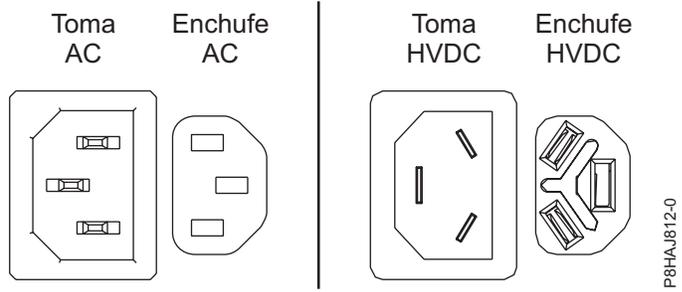
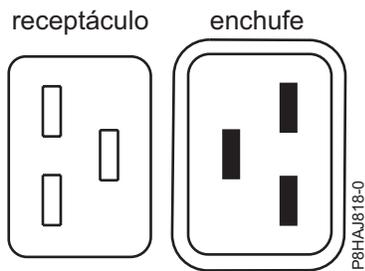
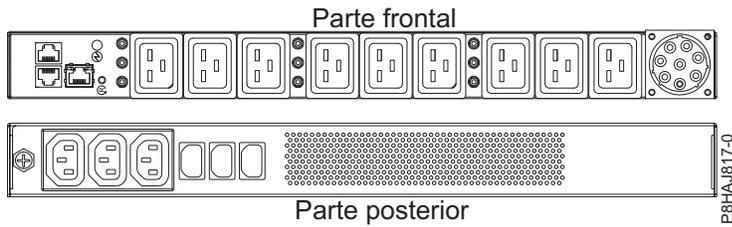

Figura 117. Conectores de CA y HVDC
Figura 118. Conectores para el sistema 8408-44E
Figura 119. PDU para el sistema 8408-44E
En Figura 117 en la página 153 se muestran los conectores admitidos de corriente alterna (CA) y de corriente directa de alto voltaje (HVDC). En Figura 118 en la página 153 y en Figura 119 en la página 153 se muestran los conectores admitidos y la unidad de distribución de alimentación (PDU) para 8408-44E.